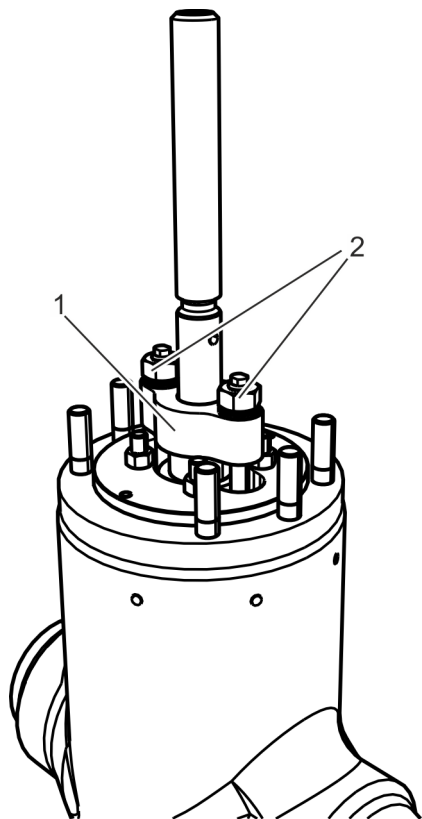

Fig. 22: Montar el prensaestopas
- 15.** Coloque el prensaestopas (Fig. 22/1) y fíjelo uniformemente con las tuercas (Fig. 22/2) conforme a las indicaciones del fabricante.